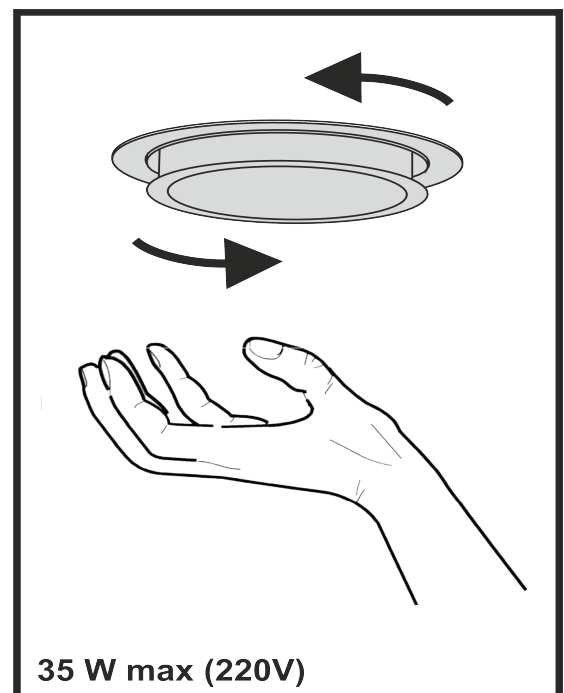

Рис.7
8.9 На вытяжке установлении HALOGEN / LED лампы подсветки рабочей зоны плиты. Перед началом замены ламп освещения необходимо отключить вытяжку от электросети, дать возможность охладеть лампам. Для замены лампы необходимо снять фильтры, отжать держателя патрона на себя, чтобы лампа вышла из корпуса вытяжки, удерживая держателя патрона, слегка надавить на лампу у направлении патрона и, повернул ее против часовой стрелки, вынуть (**рис.7**). Вместо нее необходимо установить новую с теми же характеристиками и установит фильтры.